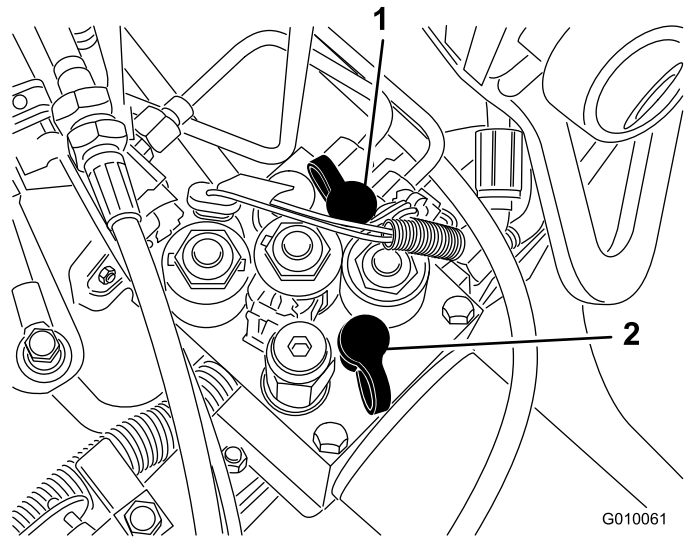

図 64
- テストポートG2 図 64は走行チャージ回路の故障探究用ポートです。
- テストポートG1 図 64は昇降回路の故障探究用ポートです。